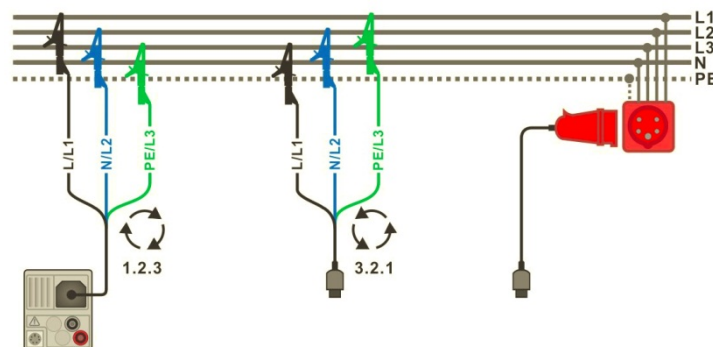
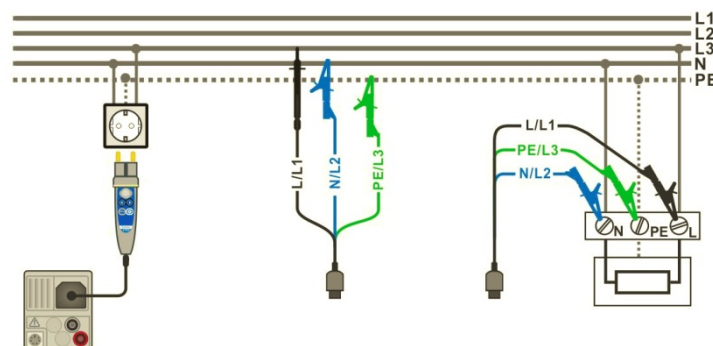

Abbildung 7.2: Anschluss der Dreileiter-Prüfleitung und des optionalen Adapters im Drehstromnetz.
Abbildung 7.3: Anschluss des Commander-Prüfsteckers und der Dreileiter-Prüfleitung im Koordinatensystem
- Schließen Sie die Prüfleitungen am Prüfling an, siehe *Abbildung 7.2* und *Abbildung 7.3*.
- Schließen Sie die Prüfleitungen am Prüfling an, siehe *Abbildung 7.2* und *Abbildung 7.3*. Für die Prüfung mit den Nennprüfspannungen  $U_N \leq 1000 \text{ V}$  und  $U_N = 2500 \text{ V}$  müssen unterschiedliche Prüfleitungen unterschiedliche Prüfanschlüsse verwendet werden. Die Standard Dreileiter-Prüfleitung, Schukostecker mit Prüfkabel oder Stecker / Commander-Prüfspitze können für die Isolationsprüfung mit Nennprüfspannungen  $\leq 1000 \text{ V}$  verwendet werden. Für den 2500 V Isolationstest muss die Zweileiter 2,5 kV Prüfleitung verwendet werden.
- › Schließen Sie die Prüfleitungen am Prüfling an, siehe *Abbildung 7.2* und *Abbildung 7.3*. Für die Prüfung mit den Nennprüfspannungen  $U_N \leq 1000 \text{ V}$  und  $U_N = 2500 \text{ V}$  müssen unterschiedliche Prüfleitungen unterschiedliche Prüfanschlüsse verwendet werden. Die Standard Dreileiter-Prüfleitung, Schukostecker mit Prüfkabel oder Stecker / Commander-Prüfspitze können für die Isolationsprüfung mit Nennprüfspannungen  $\leq 1000 \text{ V}$  verwendet werden. Für den 2500 V Isolationstest muss die Zweileiter 2,5 kV Prüfleitung verwendet werden.